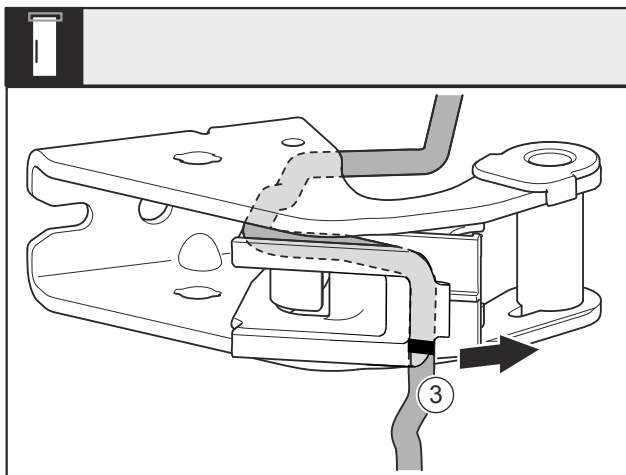

Fig. 27
- ▶ Odmontujte kabel s držákem kabelu Fig. 27 (3) ze stojanu ložiska.